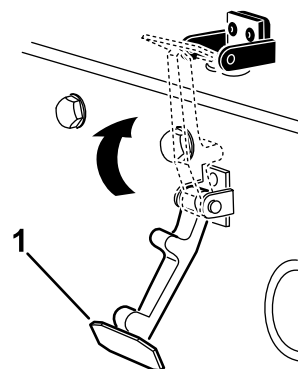

**Figura 33**
3. Atunci când aliniază orificiile de montare, poziționează suportul de blocare CE și suportul clichetului capotei pe capotă. Suportul de blocare trebuie să fie în contact cu capota (Figura 33). Nu îndepărtați ansamblul cu urub și piuliță de pe braul suportului de blocare.
5. Nituii suportii i aibele pe capotă (Figura 33).